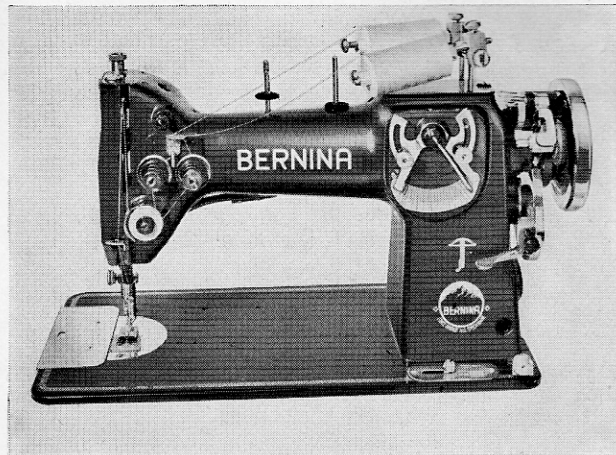

Fig. 35
- 5° Draadt de machine volgens fig. 35, te weten: Plaatst de twee draadbobijnen op de bijgevoegde bobijnhouders. Steekt de *voerste* draad door het *rechtse* oogje, dat boven het dubbele spanningsmechanisme